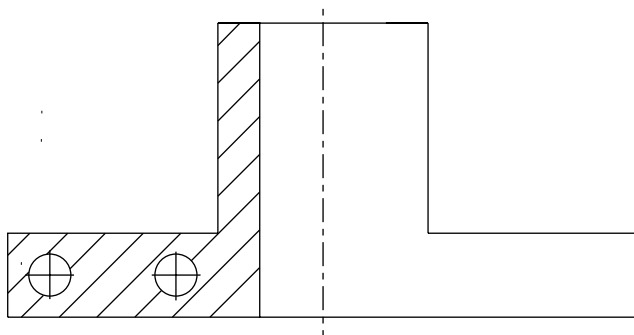

Рис. 7.9. Результат нанесения штриховки
8. Примените штриховку, нажав **ОК**. Возможный результат приведен на рис. 7.9.